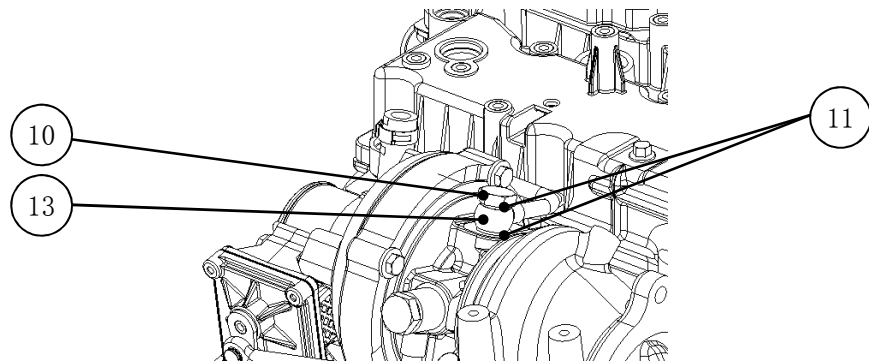

图 F-10 进油管总成-增压器安装
- 取下电子水泵总成⑭进水管口上的堵头；
- 将电子水泵总成⑭如图 F-10 所示位置放置，将进水软管-电子水泵⑰大端套入电子水泵总成⑭进水管口，并插入到电子水泵止点；调整进水软管-电子水泵⑰位置，使软管大端“工”字型标识中心与图 F-10 放置的电子水泵最高处的螺栓中心线对齐，取 1 个弹性卡箍⑱套入进水软管-电子水泵⑰进水管，再用卡箍钳安装弹性卡箍⑱，使弹性卡箍⑱中心与“工”中心对齐；
- 按图所示位置将电子水泵总成⑭上支架卡接头套入到电子水泵支架⑮的孔中，卡上电子水泵卡子⑯固定电子水泵。